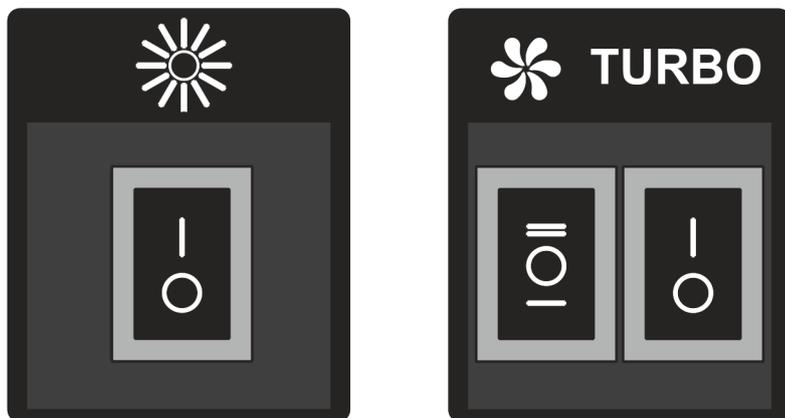

Рис.5
**7.3** На боковинах корпусу розміщений **клавійний перемикач** режимів роботи і включення галогенних ламп освітлення (рис.5).